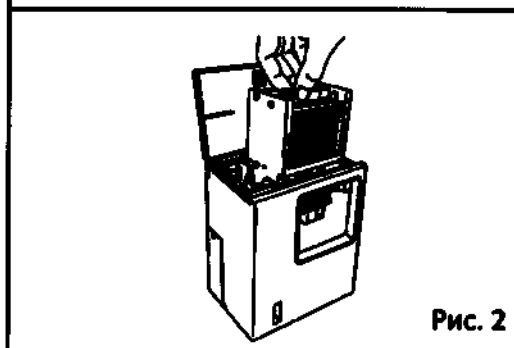

Рис. 2
В этом аппарате для устройства сигнализации аварийного отключения электропитания используется никель-металлогидридная батарея. Батарея находится в электрической коробке внутри крышки в верхней части морозильника (Рис. 2).
2. Откройте верхнюю крышку и вытяните картридж вверх. Крышка может быть открыта поворотом рукоятки против часовой стрелки (см. Рис. 2).
3. Сожмите обе стороны рукоятки чернильного пера, как показано стрелками, чтобы открыть зажим головки в А и В. (см. Рис. 2, иллюстрация 1).
4. Расположите чернильное перо так, чтобы направляющие штырьки вошли в направляющие отверстия рукоятки чернильного пера (см. Рис. 2, иллюстрация 2).
5. Сожмите обе стороны зажима головки, как показано стрелками, чтобы закрепить чернильное перо (см. Рис. 2, иллюстрация 3). При взгляде сбоку картридж должен идеально сидеть на рукоятке. Убедитесь, что рукоятка чернильного пера прикреплена к обеим сторонам чернильного пера.